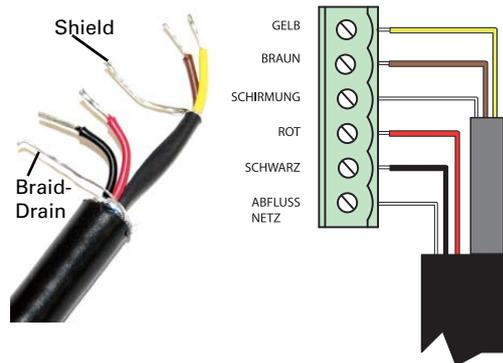
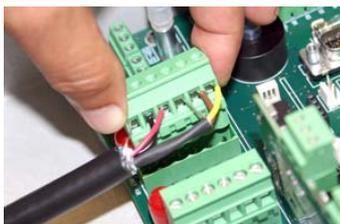

Abbildung 3-5 TIENet Geräteanschlussverbindungen
Abbildung 3-6 Kabelanschlussleiste am Steckergehäusesockel anbringen
4. Bringen Sie die Kabelenden an der Anschlussleiste wie in Abbildung 3-5, gezeigt an, drücken Sie die Anschlussleiste dann zurück in ihre Buchse auf der Leiterplatte, wie in Abbildung 3-6, gezeigt, und achten Sie darauf, keine Kabelverbindungen zu belasten. Ziehen Sie, wenn Sie fertig sind, vorsichtig an jedem Kabel, um eine sichere Verbindung mit den Schraubklemmen sicherzustellen.